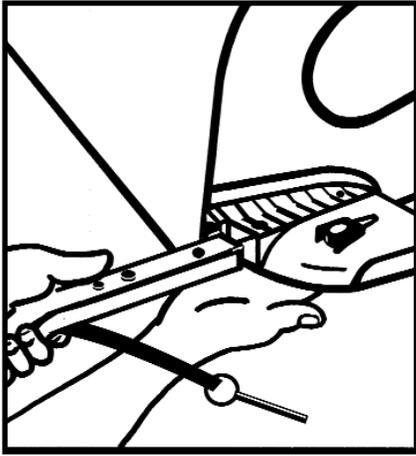

FIGURE 1
2. Insert the hitch arm by pressing the small button and sliding the arm into the wheel arm attachment bracket. The large button should engage into the hole on the wheel arm attachment bracket. **FIGURE 1**
2. Insérez le bras du dispositif d'attelage en appuyant sur le petit bouton pour le faire glisser dans la fixation du bras de roue. Le gros bouton devrait alors s'engager dans la perforation pratiquée dans la fixation du bras de roue. **FIGURE 1**